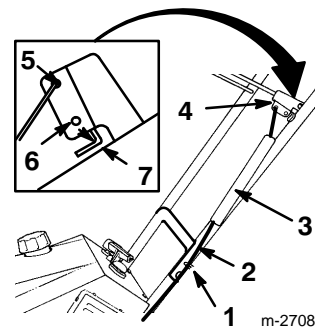

Abbildung 10
WICHTIG: Das Steuerkabel muß durch die Kabelführung geführt werden, bevor die Griffsperr festgezogen wird (Abb. 10).
3. Die Federabdeckung über die Feder und die Kabeleinstellvorrichtung schieben und das Federende durch das Loch am Ende der Federabdeckung drücken (Abb. 10).
4. Die Feder ins obere Loch des Fahrtriebshebelbügels haken (Abb. 10).
6. Darauf achten, daß zwischen Fahrtriebshebel und Griffbügel ein Abstand von 0,16 bis 0,32 cm (1/16-1/8") vorhanden ist (siehe Kasten in Abb. 10). Zur Einstellung dieses Abstands siehe *Einstellung des Fahrtriebshebels* auf Seite 17.
3. Darauf achten, daß zwischen Fahrtriebshebel und Griffbügel ein Abstand von 0,16 bis 0,32 cm (1/16–1/8") vorhanden ist (siehe Kasten in Abb. 10). Zur Einstellung dieses Abstands siehe *Einstellung des Fahrtriebshebels* auf Seite 17.